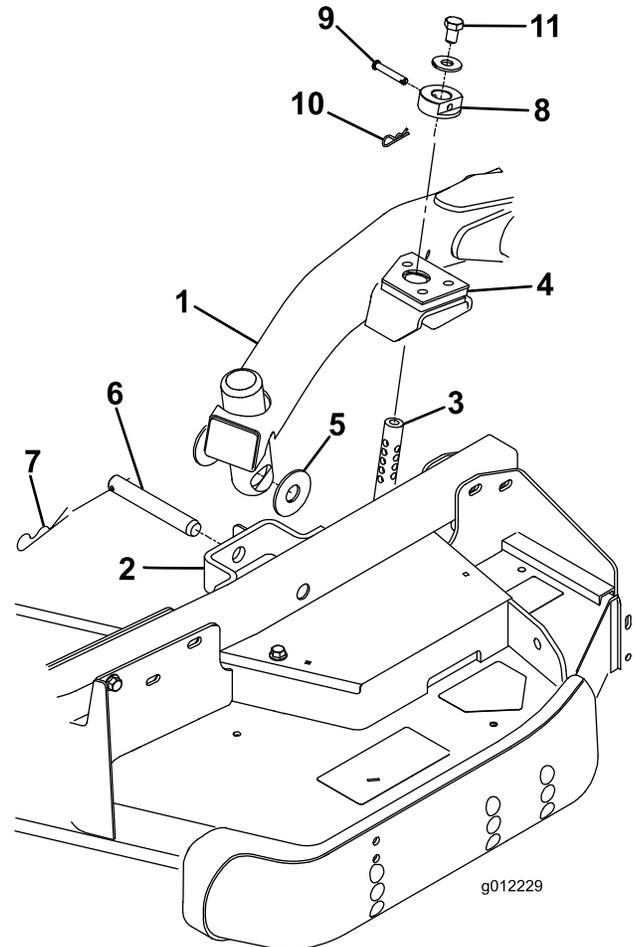

図 5
列させ、昇降アームのパッドに刈高ロッドを挿入できるようにする(図 5)
- 3. 昇降アームをキャストアームに固定するスラストワッシャ2枚、クレビスピン、ヘアピンコッターを使用する。昇降アームとキャストアームブラケットの間にスラストワッシャを入れ 図 5、コッターピンを、キャストアームタブのスロットに差し込んで固定する。
- 7. 刈高ロッドに刈高カラーを取り付け、クレビスピンとヘアピンコッターで固定する 図 5。できれば、クレビスピンの頭をデッキの前面に向けておく。
8. 刈高ロッドのそれぞれの上部に、ボルト1/2 x 3/4"とワッシャを取りつける 図 5。